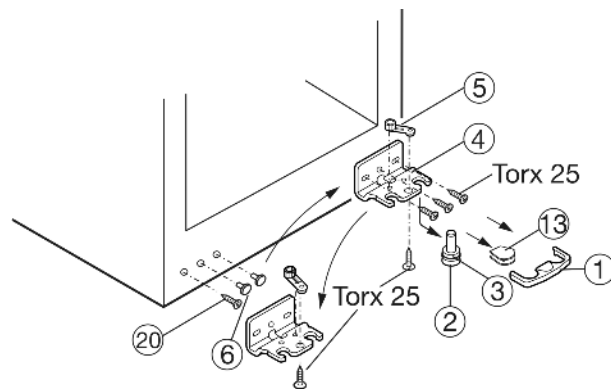

Fig. 4
- ▶ Wyjąć zabezpieczenie Fig. 4 (1) do przodu.
- ▶ Zdjąć osłonę Fig. 4 (13).*
- ▶ Wyciągnąć sworzeń zawiasu Fig. 4 (2) do przodu i w dół. Zwrócić przy tym uwagę na tuleję zawiasu Fig. 4 (3).
- ▶ Odkręcić płytkę zawiasu Fig. 4 (4).
- ▶ Odkręcić element zawiasu Fig. 4 (5), przełożyć do przeciwległego otworu zawiasu i tam dokręcić.
- ▶ Ostrożnie zdjąć zatyczkę Fig. 4 (6) po stronie uchwytu i ponownie założyć na przeciwległej stronie.
- ▶ Wykręcić śrubę Fig. 4 (20) i ponownie wkręcić po przeciwnej stronie.
- ▶ Przykręcić mocnopłytkę zawiasu Fig. 4 (4) na nowej stronie (z siłą 4 Nm), w razie potrzeby za pomocą wkrętarki akumulatorowej.
- ▶ Ponownie nieznacznie przechylić urządzenie do tyłu i ponownie włożyć trzpień łożyska Fig. 4 (2) z tuleją zawiasu Fig. 4 (3). Nacisnięcie na trzpieniu zawiasu musi być skierowane do przodu.
- ▶ Założyć osłonę Fig. 4 (13) po przeciwległej stronie.*
- ▶ Zabezpieczenie (1) musi zablokować się z boku w płytce zawiasu, aby płytka i drzwi były prawidłowo zabezpieczone.
- ▶ Założyć zabezpieczenie (1) z powrotem na płytkę zawiasu.
- ▶ Korzystając ew. z obu podłużnych otworów w płytce zawiasu Fig. 4 (4) ustawić drzwi w jednej linii z obudową urządzenia. W tym celu wykręcić środkową śrubę.